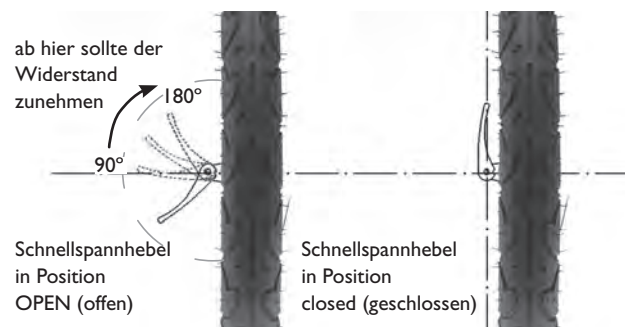

Abbildung 12
5. Ziehen Sie die Einstellmutter fest und schließen Sie den Schnellspannhebel. Ab einem Hebelwinkel von 90° muss der Widerstand beim Schließen kontinuierlich zunehmen (s. Abbildung 12). Ist dies nicht der Fall, müssen Sie das Schnellspannsystem unbedingt entsprechend an der Einstellmutter nachjustieren. Ansonsten kann sich das Laufrad während der Fahrt lockern und/oder vollständig vom Anhänger lösen.